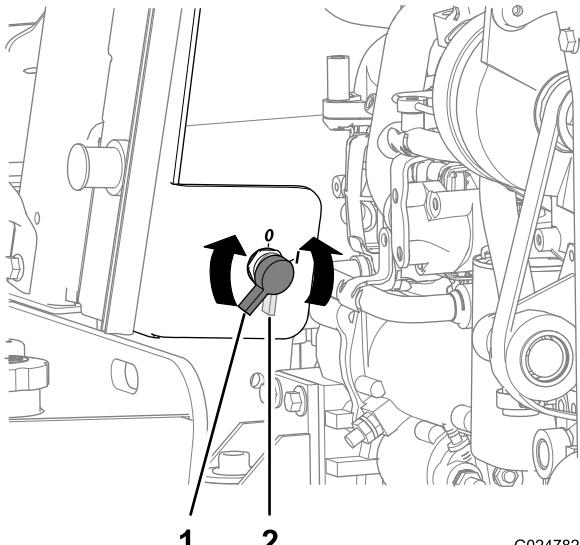

Figura 80
2. Conecte o cabo positivo do carregador ao terminal positivo da bateria (Figura 80).
- Gire o interruptor de desconexão da bateria no sentido anti-horário para a posição Off (Figura 80).
- Gire o interruptor de desconexão da bateria no sentido horário para a posição On (Figura 80).